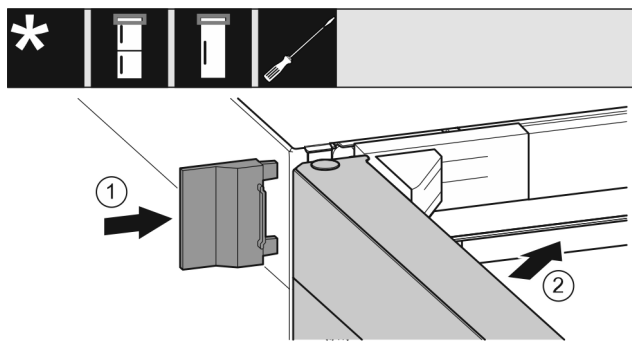

Fig. 24
- Insérer le cache extérieur Fig. 24 (1).
- Fermer la porte supérieure Fig. 24 (2).